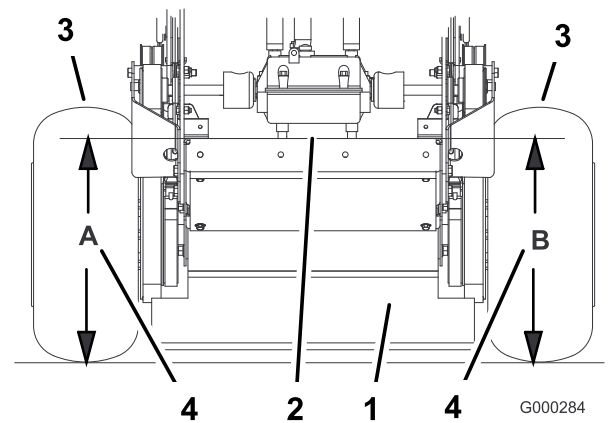

Figure 62
- Mesurez la hauteur du plancher moteur au point **A** (Figure 62).
- Mesurez la hauteur du plancher moteur au point **B** (Figure 62).